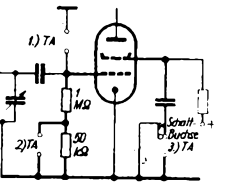

Bild 176
Zur Schallplattenwiedergabe beim Audion kann der Tonabnehmer unmittelbar zwischen Gitter und Katode geschaltet werden (1). Die Leitung zum Gitter ist je doch sehr brummempfindlich, darum ist der Anschluß am erdseitigen Ende des Gitterableitwiderstandes günstiger (2). Die Audionröhre trägt mit zur Verstärkung bei. Völlig unkritisch ist der Anschluß am Schirmgitter. Der Tonabnehmer wird erdsseitig durch einen Schaltkontakt in die Leitung zum Schirmgitterkondensator eingeschaltet. Dieser hält gleichzeitig die positive Spannung ab (3). Die Lautstärke ist hierbei geringer als beim Steuergitteranschluß, die Schaltung eignet sich nur für kräftige Endröhren (Bild 176).